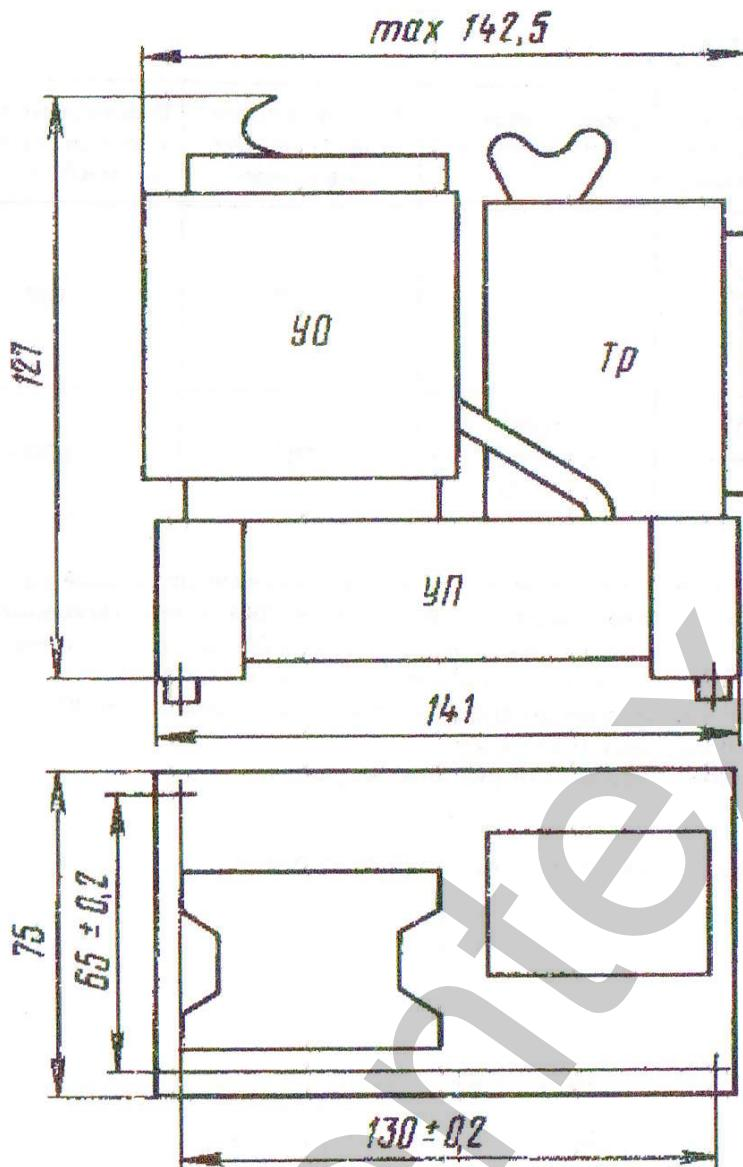

Рис. 1. Габаритные размеры усилителя
2.15. Габаритные размеры усилителя указаны на рис. 1.